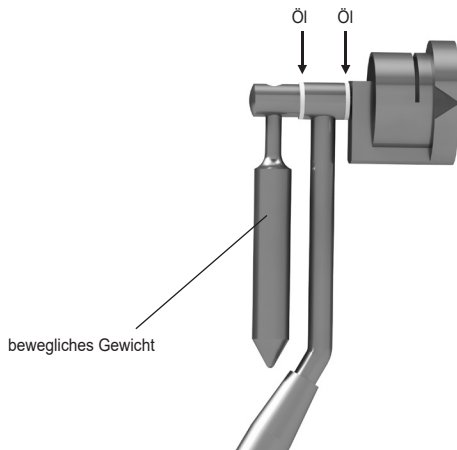

Abb. 3
- Bringen Sie das Instrumentenöl punktuell auf die zu öhlende Fläche auf Abb. 3).